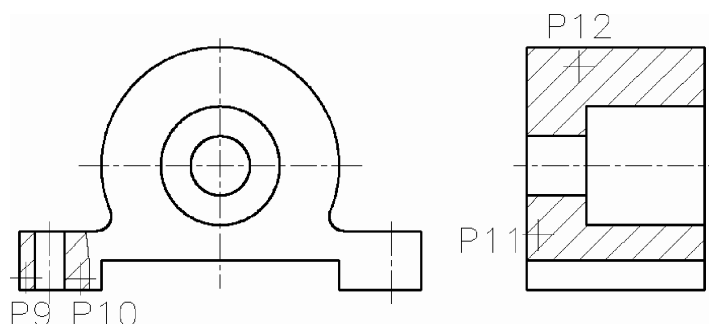

Fig. 6.131 Hașurarea suprafețelor secționate
- Se hașurează suprafețele secționate ca în Fig. 6.131, folosind comanda **Hatch**.